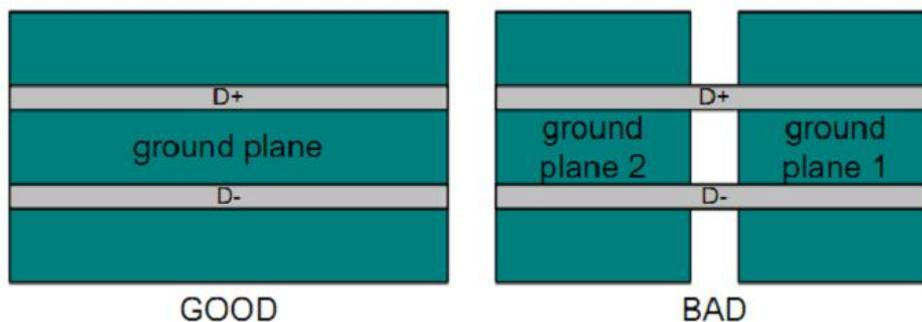

图8-8
- 为抑制电磁辐射，USB建议在內层走线，并保证走线参考面是一个连续完整的参考面，不被分割，否则会造成差分线阻抗的不连续性并增加外部噪声对差分线的影响，如图11-4；如在表层走线，请注意用地线做包地处理，如图8-8；